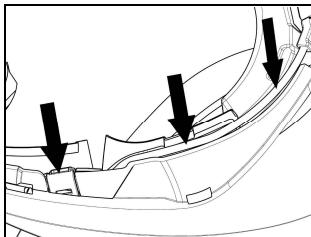

Abb. 9
- Bringen Sie das Kabel im Helminnern an und positionieren Sie den rechten Befestigungsclip in dem dafür ausgesparten Bereich (Abb. 9).